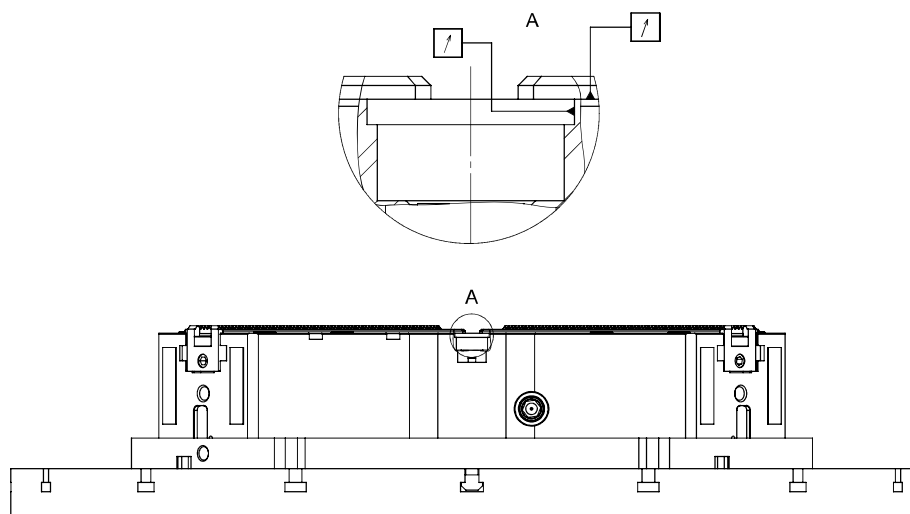

図 3-4: チャックの同心円と軸方向の振れのチェック
- 手順12 もう一度、ベースプレートの同心度と軸方向の振れを確認します。許容誤差は0.05mmです。そのためには、ネジ付きインサート(3)を取り外し、測定はネジの上の逃げ穴とそのまわりの平面から行います(図3-4参照)。